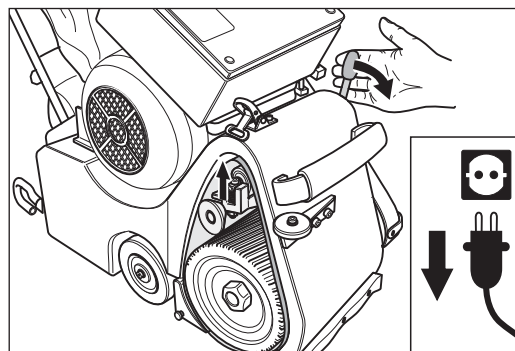

Abb. 12 Den Bedienungshebel des Aggregats nach unten drücken. Dadurch wird das Schleifband gespannt.
- 12 Drücken Sie den Bedienungshebel des Aggregats nach unten (Abb. 12). Dadurch wird das Schleifband gespannt.
- Vor dem Einschalten der Maschine immer das Schleifband spannen (Abb. 12)!
- Vor dem Einschalten der Maschine **immer** das Schleifband spannen (Abb. 12)!